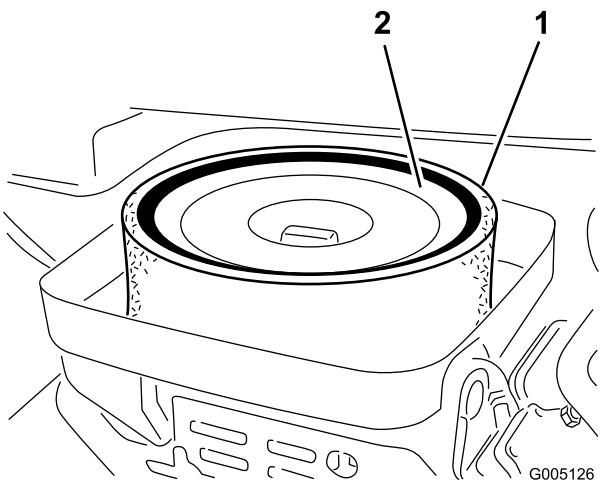

図 42
- スポンジ（図 42）を点検し、汚れていればペーパーエレメントから外す。以下の要領で丁寧に清掃してください：